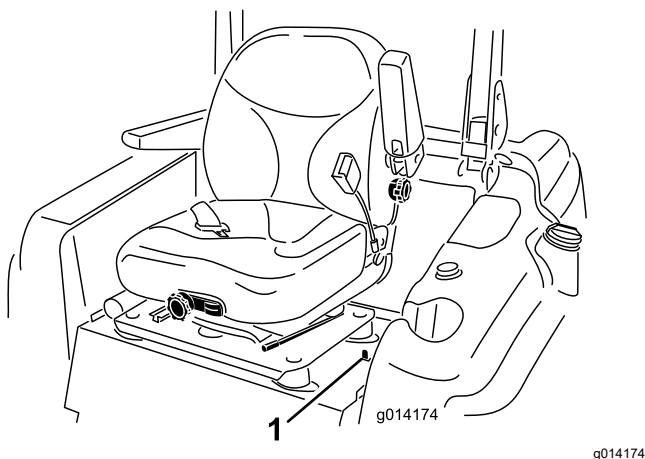

Figure 16
1. Déplacez le verrou du siège, situé sur le côté gauche du siège, vers l'arrière pour déverrouiller le siège et tirez le haut du siège en avant (Figure 16).